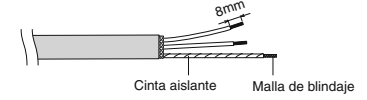

Fig. 4-9
- (3) Retire la cubierta del cable de señal. (Fig. 4-9)